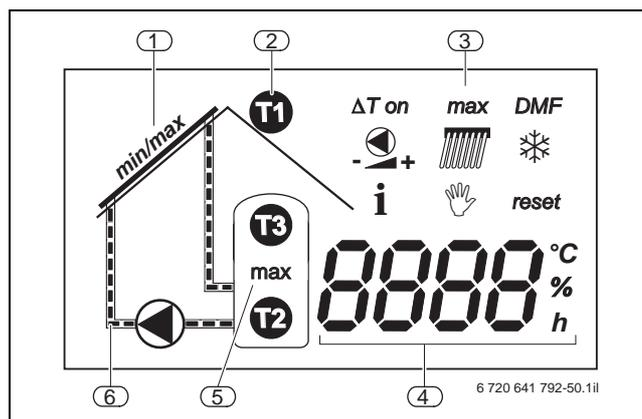

Fig. 21 Display LCD a segmenti Logamatic SC20
In esercizio automatico è possibile regolare la differenza di temperatura desiderata tra le due sonde di temperatura collegate fra 7 K e 20 K (impostazione di fabbrica 10 K). In caso di superamento del differenziale di temperatura tra il collettore (sonda di temperatura FSK) e l'accumulatore inferiore (sonda di temperatura FSS), si attiva la pompa. Sul display si visualizza l'animazione del trasporto del fluido solare (→ fig. 21, pos. 6). Grazie alla possibilità di regolare il numero di giri mediante SC20, si aumenta l'efficienza dell'impianto solare. Inoltre è possibile lasciare un numero di giri minimo. Scendendo al di sotto del differenziale di temperatura, il regolatore disattiva la pompa. Per proteggere la pompa, questa viene attivata automaticamente 24 ore dopo l'ultimo avvio per 3 secondi (impulso pompa).